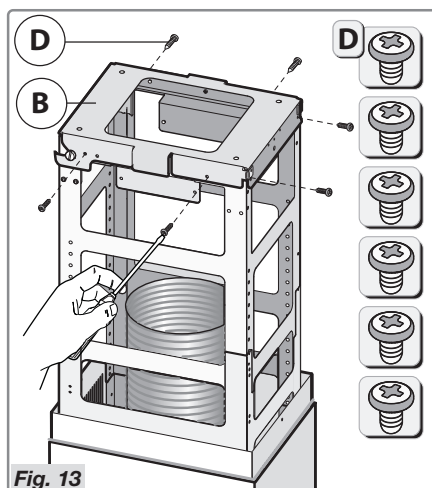

Fig. 13
- **Bemærk!** Gør emhætten fast direkte til beslaget **B** med de 6 skruer **D** (fig. 13).